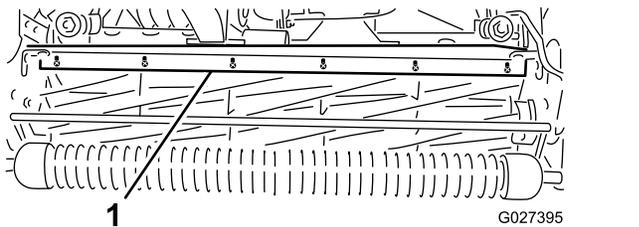

図 59
- バー **図 59** をカッティングユニットに固定しているねじをゆるめる。